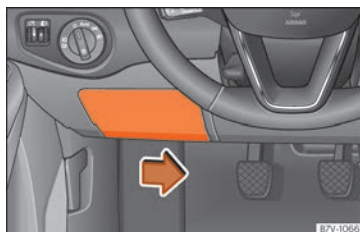

Fig. 58 Sur le combiné d'instruments côté conducteur : cache du boîtier de fusibles.
- Pour retirer le couvercle, déplacez vers la droite la manette d'actionnement située dans la partie inférieure de celui-ci » fig. 58.